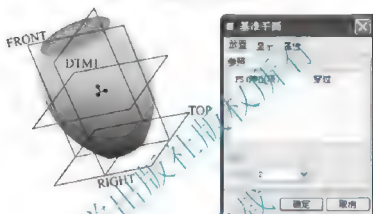

图 4.7 通过混合截面创建基准平面
(2) 通过混合截面创建基准平面:在过滤器中选择特征,单击基准平面图标,选择混合特征,若有多个截面,在对话框中选择截面号,单击【确定】按钮完成特征的创建,如图 4.7 所示。